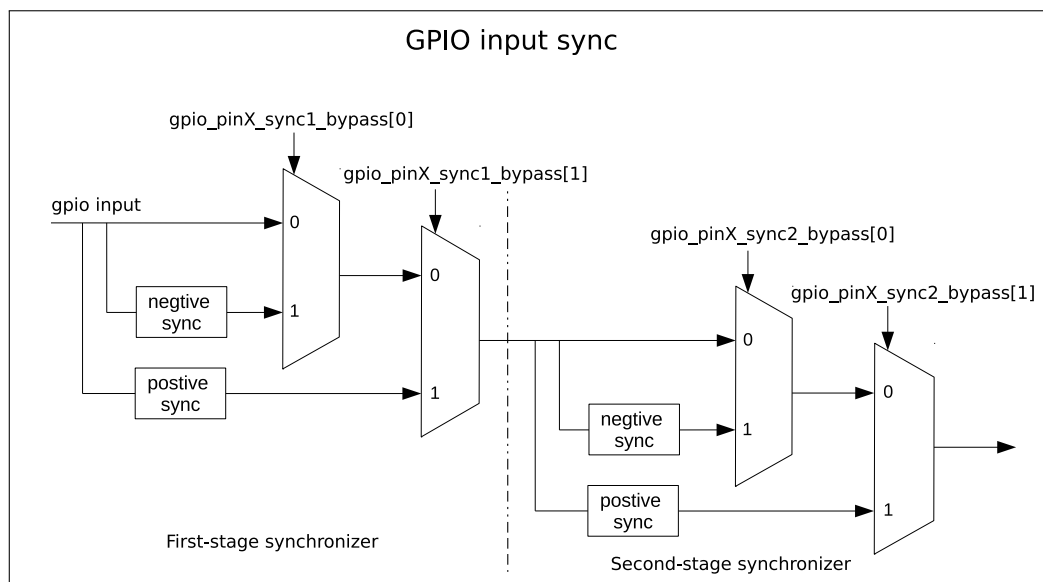

图 6-3. GPIO 输入经 APB 时钟上升沿或下降沿同步
GPIO SYNC 模块的功能如图 6-3 所示。其中，negative sync 表示 GPIO 输入信号经 APB 时钟的下降沿同步，positive sync 表示 GPIO 输入信号经 APB 时钟上升沿同步。
- 如图 6-3 所示，配置 `GPIO_PIN $x$ _SYNC1_BYPASS` 使能输入信号第一拍为上升沿或下降沿同步；
- 如图 6-3 所示，配置 `GPIO_PIN $x$ _SYNC2_BYPASS` 使能输入信号第二拍为上升沿或下降沿同步。